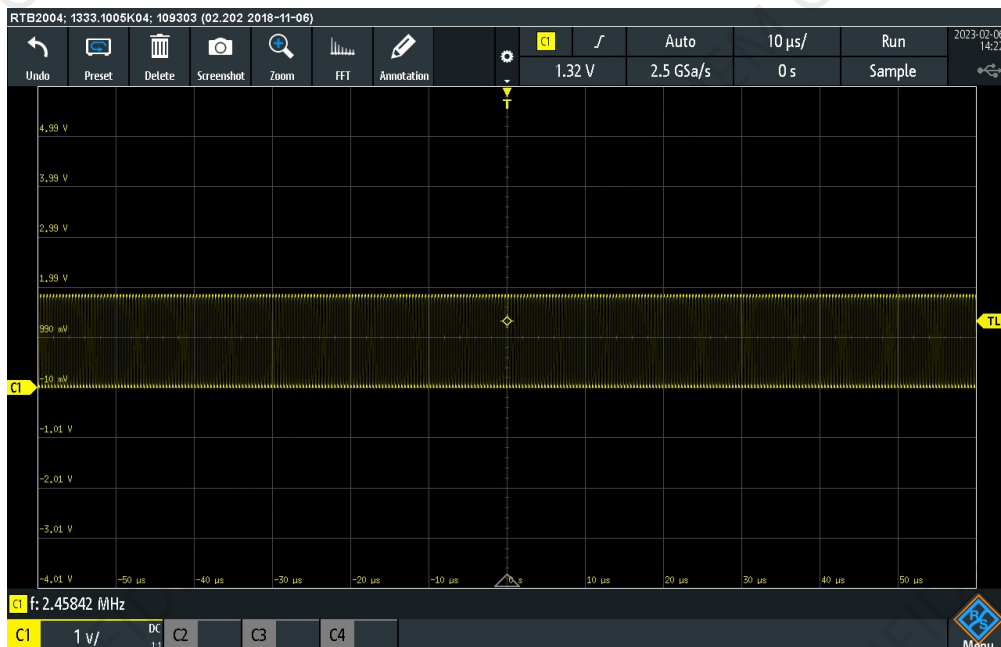

图2. GPIO4引脚输出参考图
4. 通过USB1的串口可输出相关系统时钟信息。用示波器测量GPIO4输出。满足精度要求即为校准成功。GPIO4引脚输出参照图2。